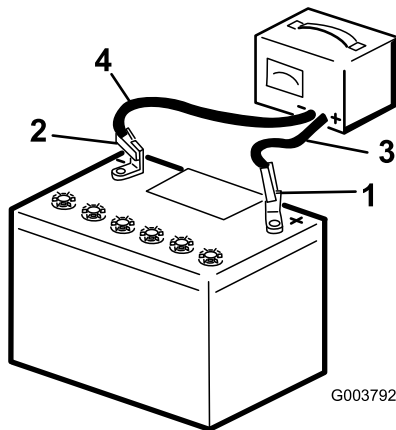

Figure 33
- Chargez la batterie pendant 10 à 15 minutes entre 25 et 30 A, ou pendant 30 minutes à 6 A (Figure 33). Ne chargez pas la batterie excessivement.
- Quand la batterie est chargée au maximum, débranchez le chargeur de la prise, puis débranchez les fils du chargeur des bornes de la batterie (Figure 33).